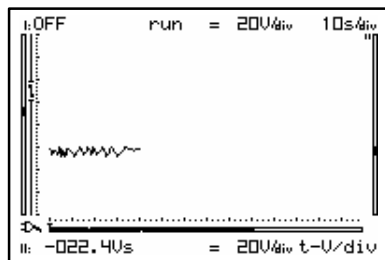

Fig 31
- Con base dei tempi di 10s/div o piu' lenta, i readout forniscono informazioni istantanee. 'Vs, V↑, V↓, Vε' (Fig. 31 e 32) .